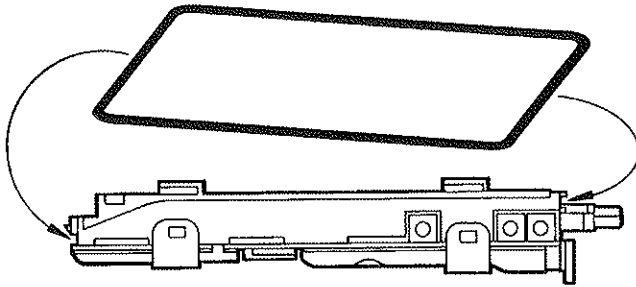

Figure 1-8. Replace Gasket
6. Replace chassis gasket (Figure 1-8).